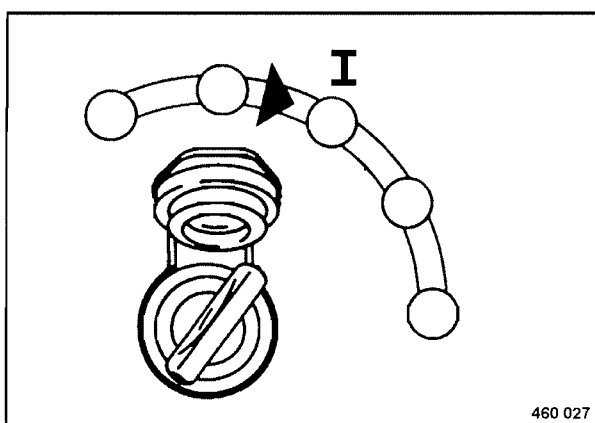

Fig. 38
- Girar la llave de encendido (Fig. 38) en posición "I".